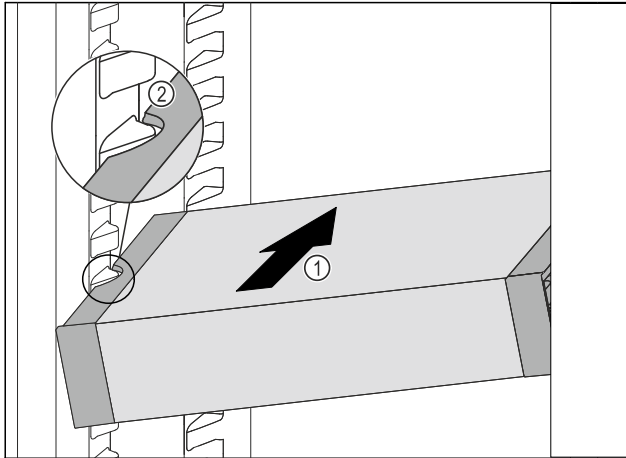

Fig. 102
- ▶ Вставити висувний ящик VarioSafe під кутом в охолоджувальне відділення Fig. 102 (1), доки бокові поглиблення Fig. 102 (2) VarioSafe не будуть розташовуватися на рівні ребра для ємності в охолоджувальному відділенні.